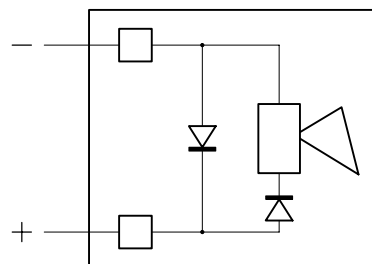

Figure 2
- présence d'une diode de protection contre les inversions de polarités et d'une diode de protection en inverse, lors de l'utilisation de sirènes électromagnétiques (Figure 2).